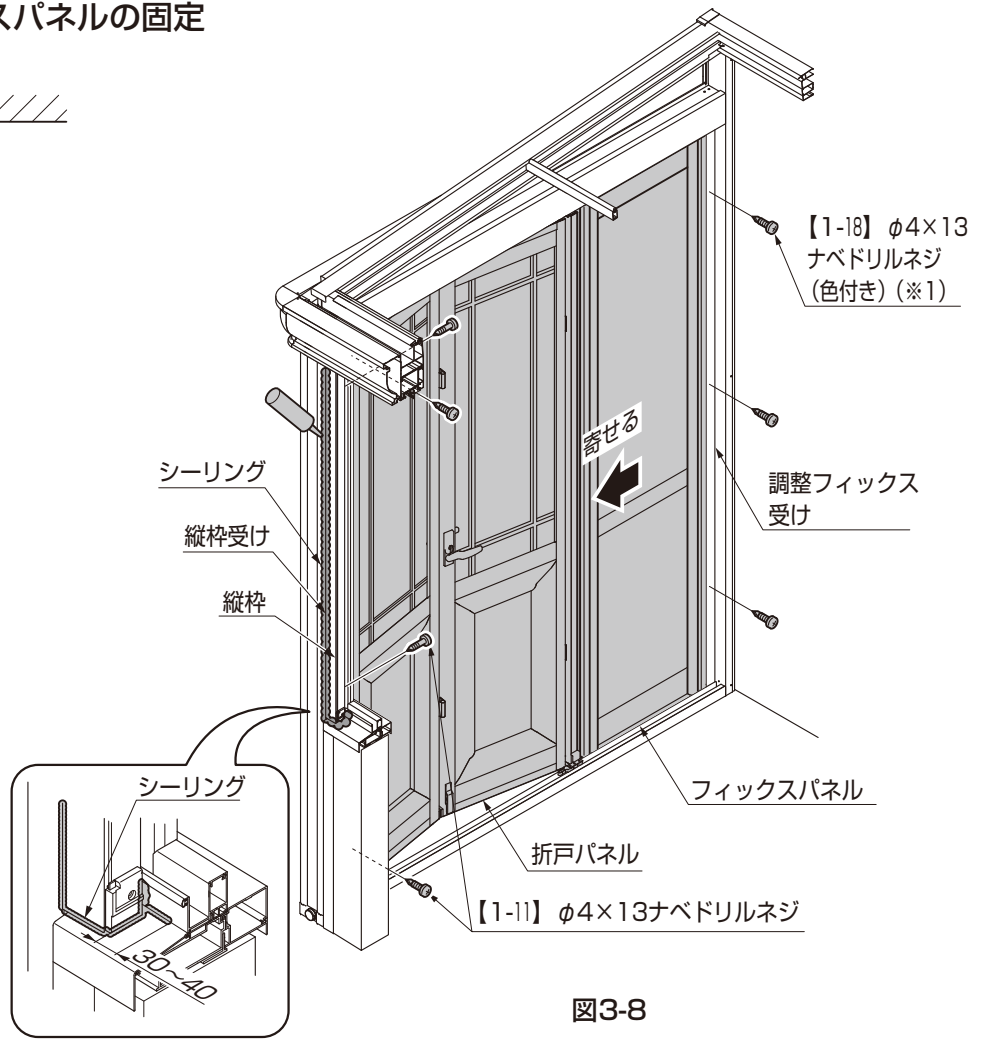

図3-8
- すき間がある場合は、フィックスパネルを柱側に寄せて、すき間をなくしてください。(図3-8参照)